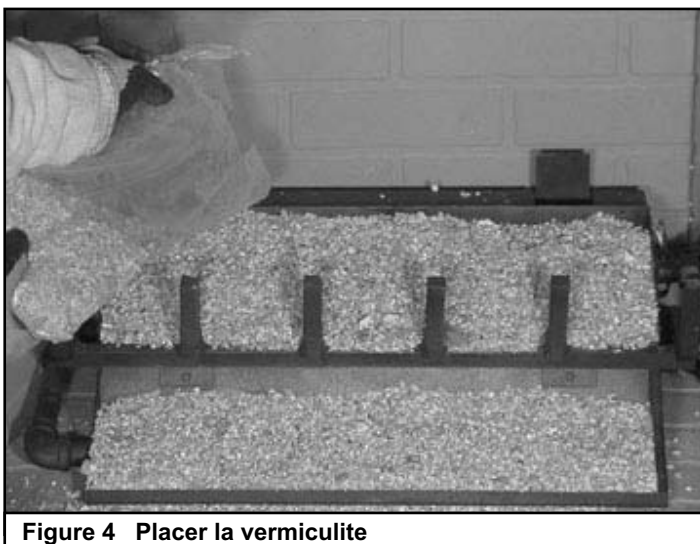

Figure 4 Placer la vermiculite
- Versez la vermiculite sur le sable dans les plateaux jusqu'à ce qu'ils soient pleins. Voir la figure 4.